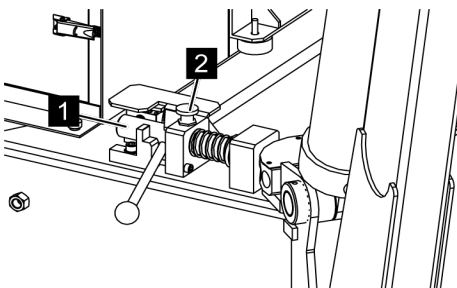

Fig. 86: Verrouiller
4. → *Mettre la goupille de verrouillage (Voir la Fig. 86/1) dans la position indiquée (Voir la Fig. 86) et enclencher la pointe de blocage (Voir la Fig. 86/2).*